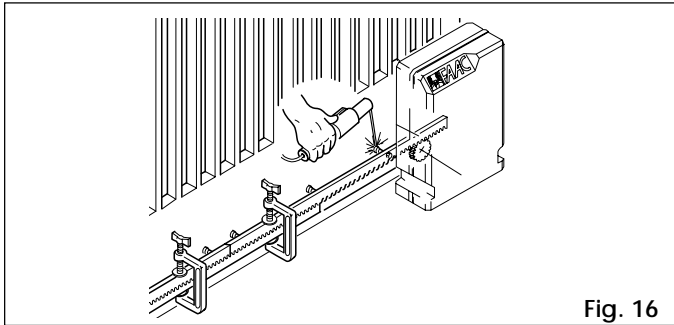

Fig. 16
- 5) Accostare un altro elemento di cremagliera al precedente utilizzando, per mettere in fase la dentatura dei due elementi, un pezzo di cremagliera come indicato in fig. 16.
dente utilizzando, per mettere in fase la dentatura dei due elementi, un pezzo di cremagliera come indicato in fig. 16.